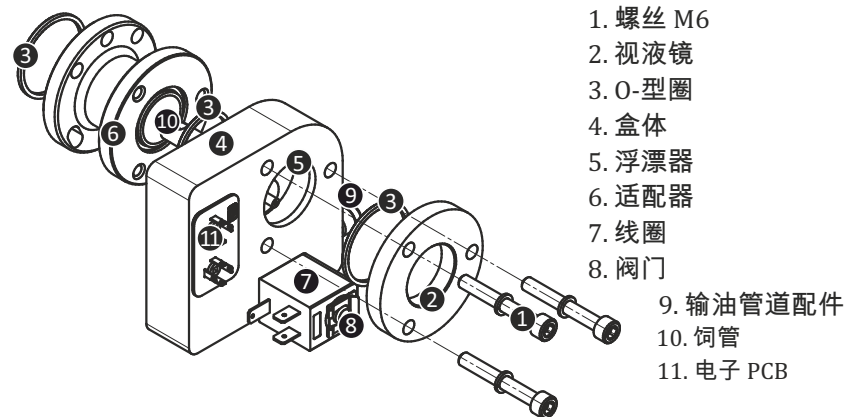

Fig.2. 安装图纸
- 根据fig.2所示连接油位平衡器FP-ERL至压缩机。请使用压缩机原装螺丝。请保持视液镜螺母应变水平在9Nm。